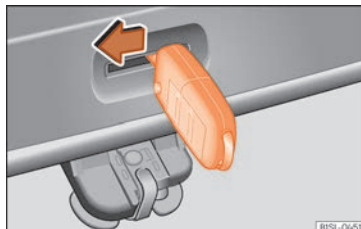

Fig. 75 Des del maleter: desbloqueig d'emergència de la porta posterior.
- Introduïu l'espasi de la clau en l'obertura de la porta posterior »» fig. 75 i pressioneu la palanca de desbloqueig en el sentit de la fletxa per desbloquejar la porta posterior.